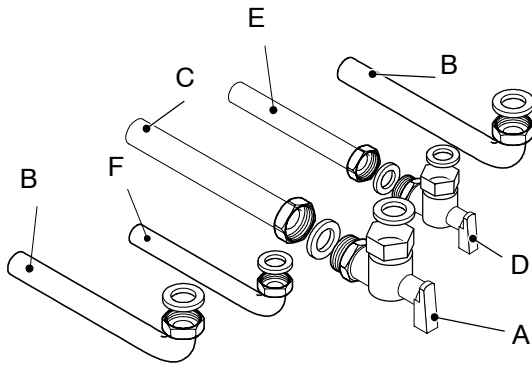

Fig. 5.3
4. Fix the gas cock A (3/4") to the boiler using the 3/4" gasket (Fig. 5.3)
4. Присоедините газовый кран А (3/4") к котлу, используя прокладку на 3/4" (рис. 5.3)